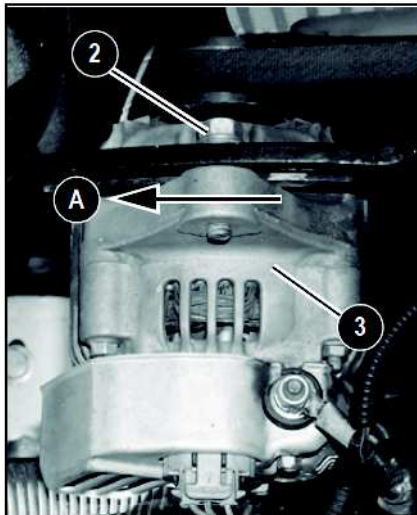

Fig. 41: Retensado de la correa
- ☞ Utilizando un medio auxiliar adecuado, mover el alternador de corriente trifásica en dirección de la flecha A hasta que se haya alcanzado la tensión correcta (Fig. 41)